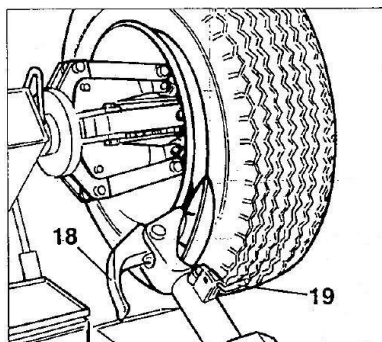

Fig. 7.4
- 7) Använd den nedre joystick (15, fig. 6.2) för att luta armen till läge "inte i drift"; flytta och lås den i det inre läget (fig. 7.4).
OBS: Under avbräckningen kan klon (18, fig. 7.4) vridas så att den inte är i vägen.